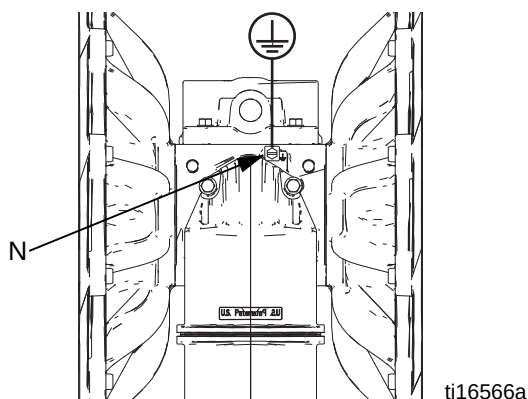

FIG. 3. Jordad skruv och ledning
- N Jordskruv (endast aluminium och rostfritt stål, se FIG. 3 sidan 10)
Pump: Se FIG. 3. Lossa jordskruven (N). Trä in ena änden av en minst 12 ga. jordledning bakom jordskruven och dra åt skruven ordentligt. Anslut klämman på jordledningen till en jordpunkt. Jordkabel med klämma, reservdelsnr. 238909, kan beställas från Graco.